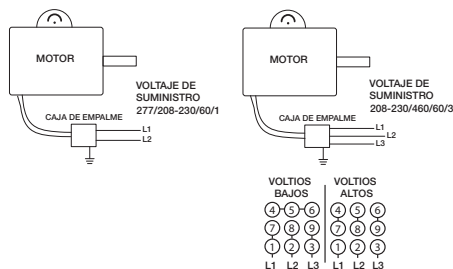

Figura 5 — Diagrama de Cableado Típico
- Donde no se proporcione un enchufe, conecte la alimentación según los códigos de NEC y locales. Consulte la Figura 5 para obtener los diagramas de cableado.